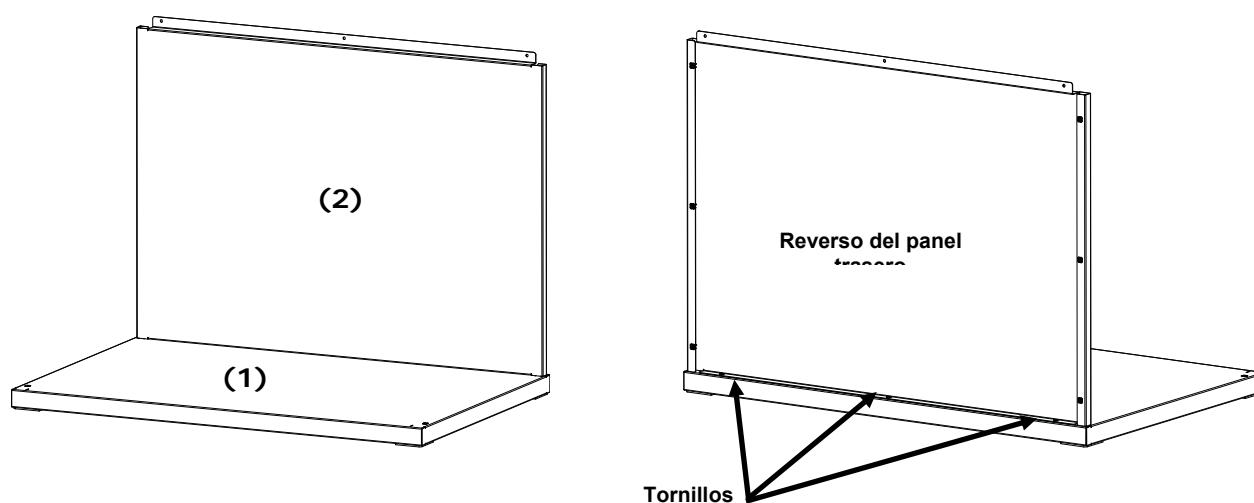

Figura 2. El panel trasero en el panel inferior
2. Introduzca las lengüetas del panel trasero (2) en las ranuras traseras del panel inferior (1). Fije el panel trasero al panel inferior con los tres tornillos, tal como se muestra en la Figura 2.